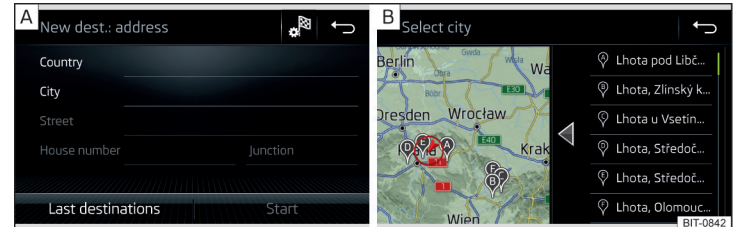

Abb. 227 Ziel über die Adresse eingeben: Hauptmenü / Liste der aufgesuchten Orte
- Die Zieladresse eingeben und anschließend bestätigen » Abb. 227 - **A**.
In Abhängigkeit von der Anzahl der aufgesuchten Orte kann automatisch eine Karte mit einer Liste der aufgesuchten Orte angezeigt werden » Abb. 227 - **B**.